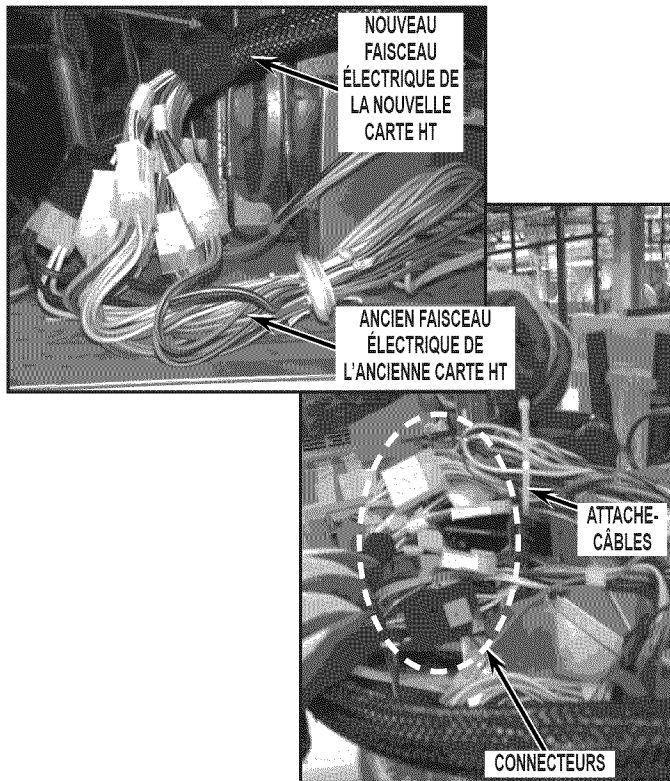

FIGURE 13
15. Brancher tous les connecteurs de câblage retirés de l'ancien module HT à l'étape 9 sur le faisceau du nouveau module HT. Fixer au moyen de l'attache-câbles fourni. Couper l'excédent d'attache-câbles. Voir *Figure 13*.